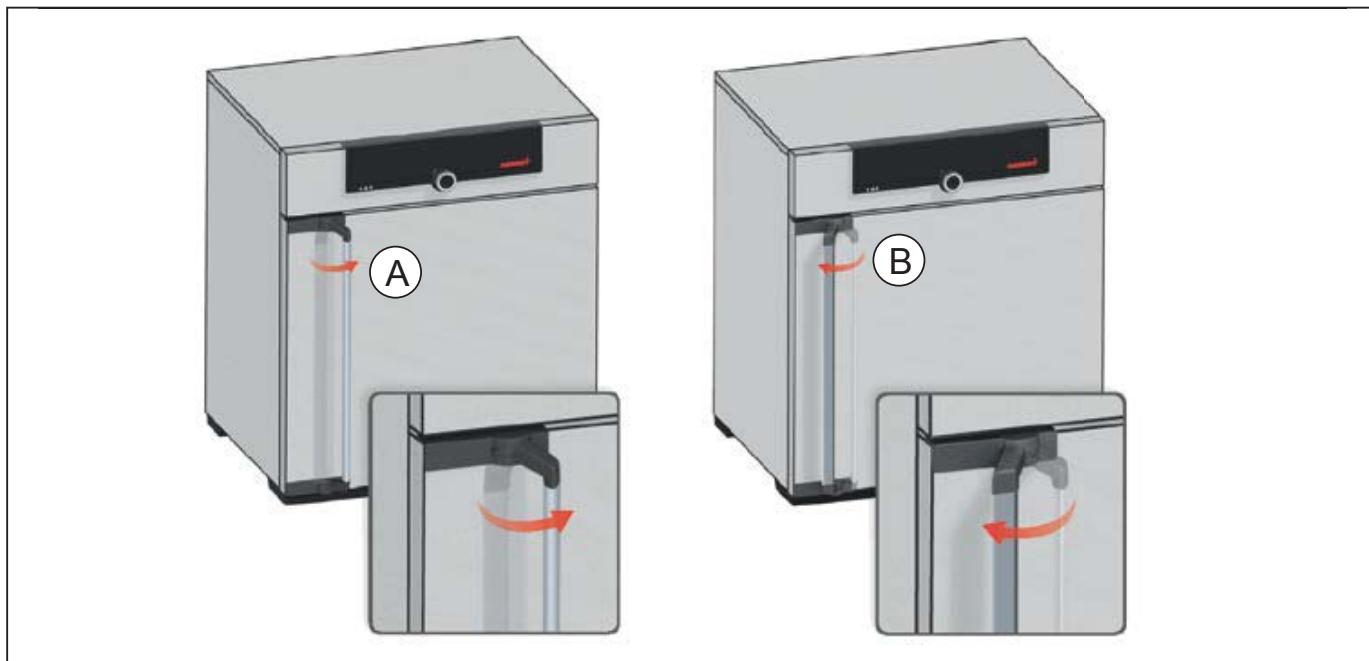

Рис. 13 Открытие и закрытие дверцы
- ▶ Для открытия дверцы потяните ее за ручку в сторону (в зависимости от варианта на-вешивания дверцы — влево или вправо, Рис. 13, А) и полностью распахните дверцу.